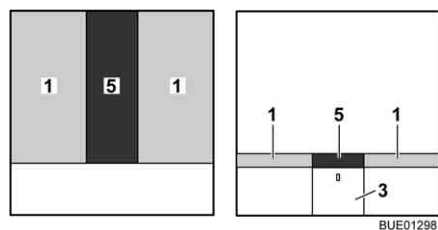

Fig. 115 Après la transformation
- Placer le coussin supplémentaire (Fig. 115,5) entre les matelas (Fig. 115,1).